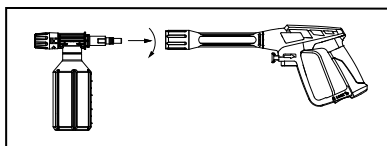

Рис. 8. Крепление устройства для подачи чистящего средства к пистолету
4. Присоедините устройство для подачи моющего средства к пистолету. (Рис. 8.)